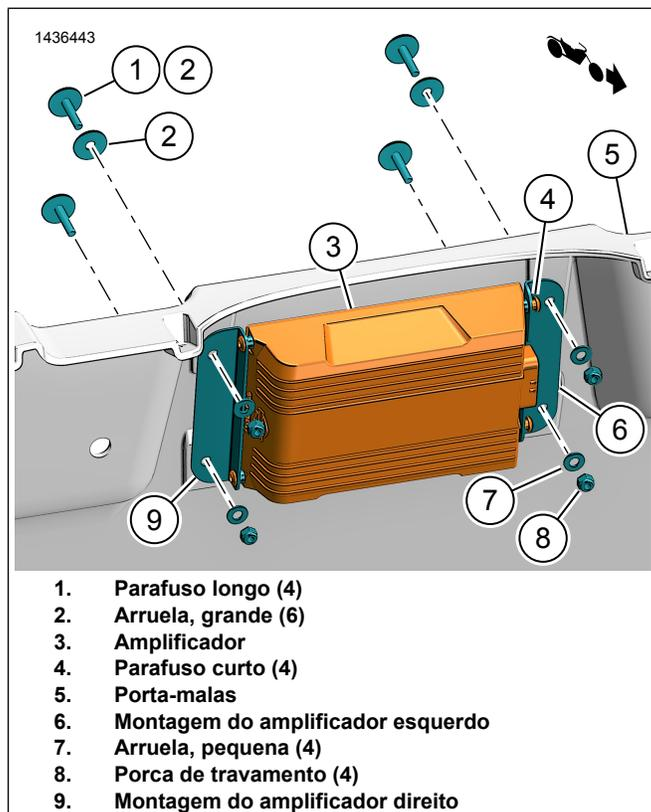

Figura 2. Suporte de montagem do amplificador
1. Veja a figura 2. Instale os suportes de montagem do amplificador.
- a. Instale os suportes (6, 9) no amplificador (3).
- b. Instale os parafusos (4). Aperte.
Veja a figura 2. Instale o amplificador com os suportes.